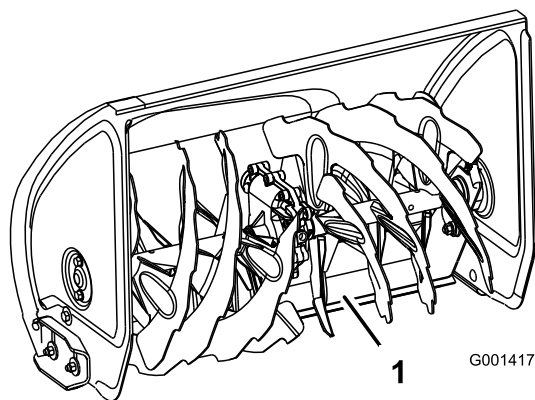

Figure 45
4. Appuyez sur le guidon pour permettre à la lame racleuse pivotante d'avancer complètement, puis abaissez l'avant de la machine de sorte que le bord avant de la lame racleuse touche le sol (Figure 45).